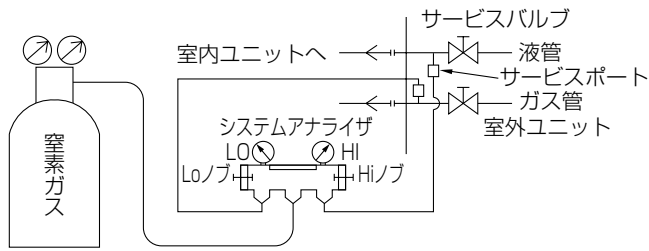

図1 気密試験方法
- 冷媒配管の接続は、室内ユニットのボールバルブを全閉（工場出荷時仕様）のままとし、室内室外ユニットと冷媒配管をすべて接続した後、気密試験を行ってください。気密試験は、窒素ガス（4.15MPa）にて加圧して行います。試験方法は図1を参照してください。（ボールバルブは閉じたままで行ってください。また、必ず液管・ガス管両方に加圧してください。）